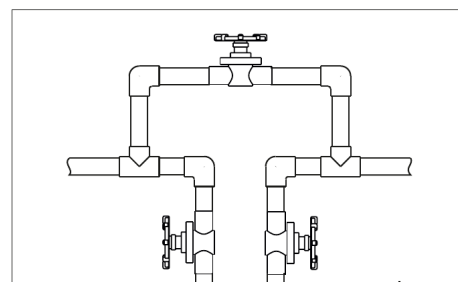

Abb. 9.3 – Bauseitiger Bypass in der Kaltwasserleitung
5. Bauen Sie einen Bypass (empfohlen) in die Kaltwasserleitung ein (Abb. 9.3), siehe Beispiel-Anschlusschema. **Hinweis: Bauen Sie die Anlage in Fließrichtung des Wassers ein.**